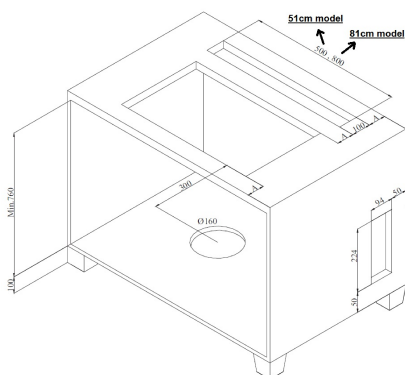

Fig. 9
- Hullet produktet skal monteres i skal have målene som på tegningen 100mm. x 500mm eller 100mm. x 800mm. alt efter model/version (Fig. 9).